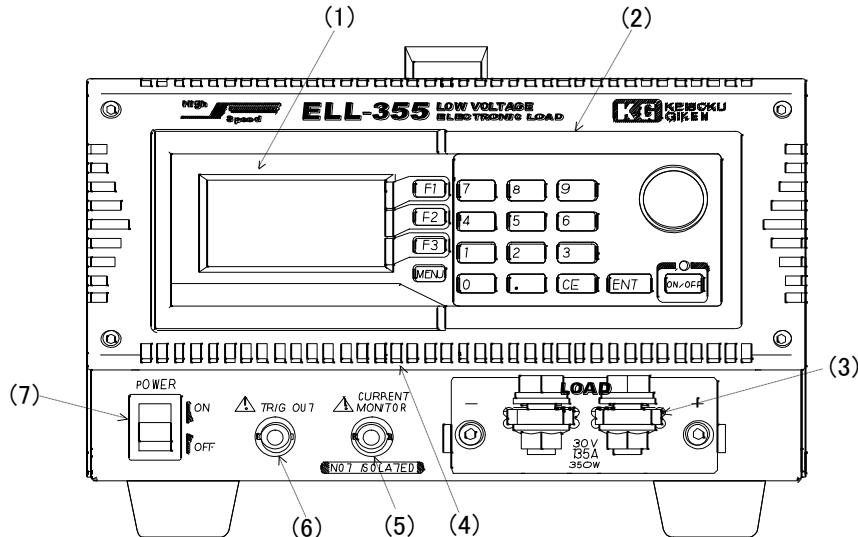

図 3-1-1 フロントパネル
- INT 図 3-1-1 フロントパネルの(3) に接続された電圧信号を選択します